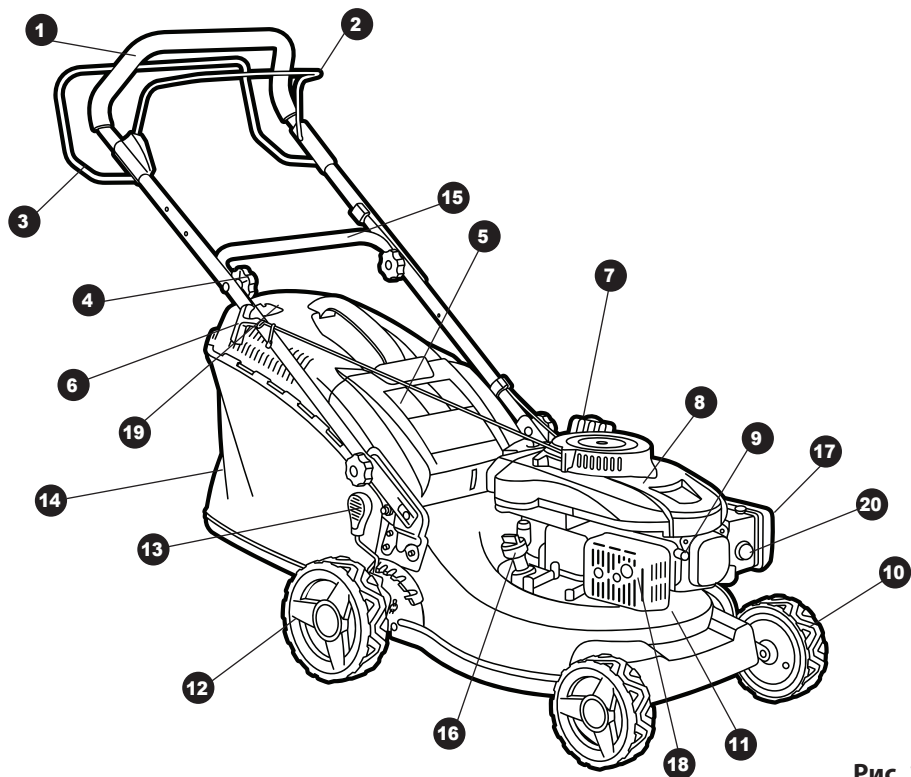

Рис. 1
2. Залейте необходимый уровень топлива, в заливную горловину топливного бака 7 (Рис.1). Используйте неэтилированный бензин с октановым числом выше 90